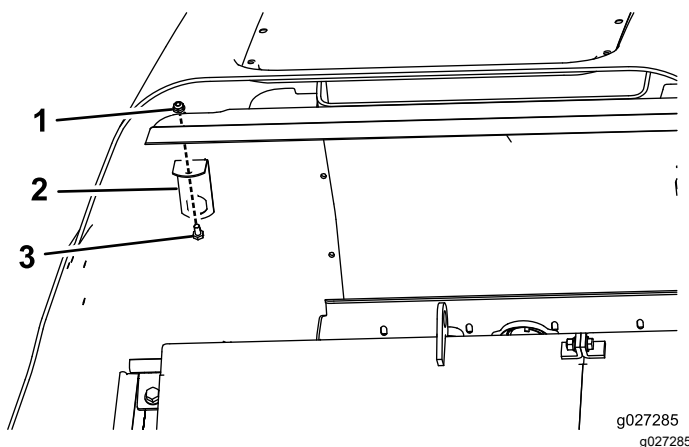

Figura 3
4. Instale o suporte do trinco como se mostra na Figura 3.
9. Instale o suporte do trinco na estrutura (Figura 3.).